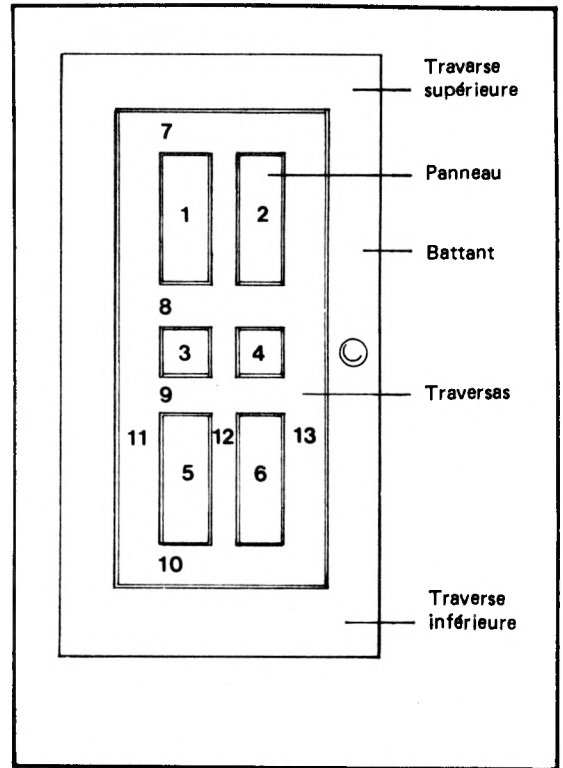

FIG. 3-3 POUR PEINDRE UNE PORTE À PANNEAUX, SUIVEZ L'ORDRE SUGGÉRÉ CI-DESSUS.
- j. Pour peindre une porte à panneaux, peignez d'abord les panneaux, puis faites les traverses et les battants. Voir à la Fig. 3-3.